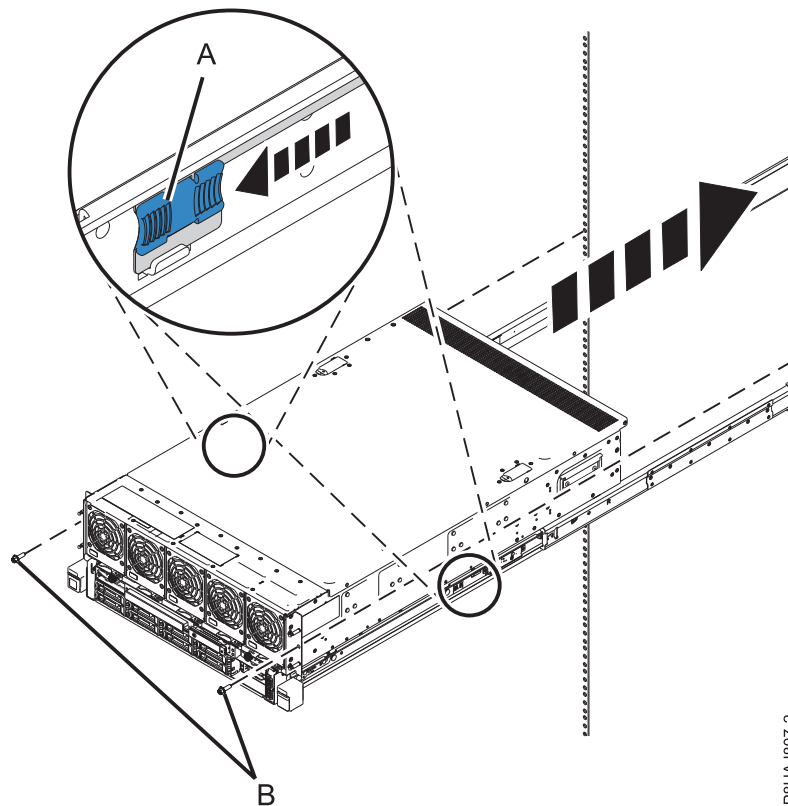

Figura 12. Liberando as travas no meio dos trilhos e empurrando o sistema totalmente para dentro do rack
7. Libere as travas no meio dos trilhos e empurre o sistema totalmente para dentro do rack, conforme mostrado em Figura 12 na página 12.